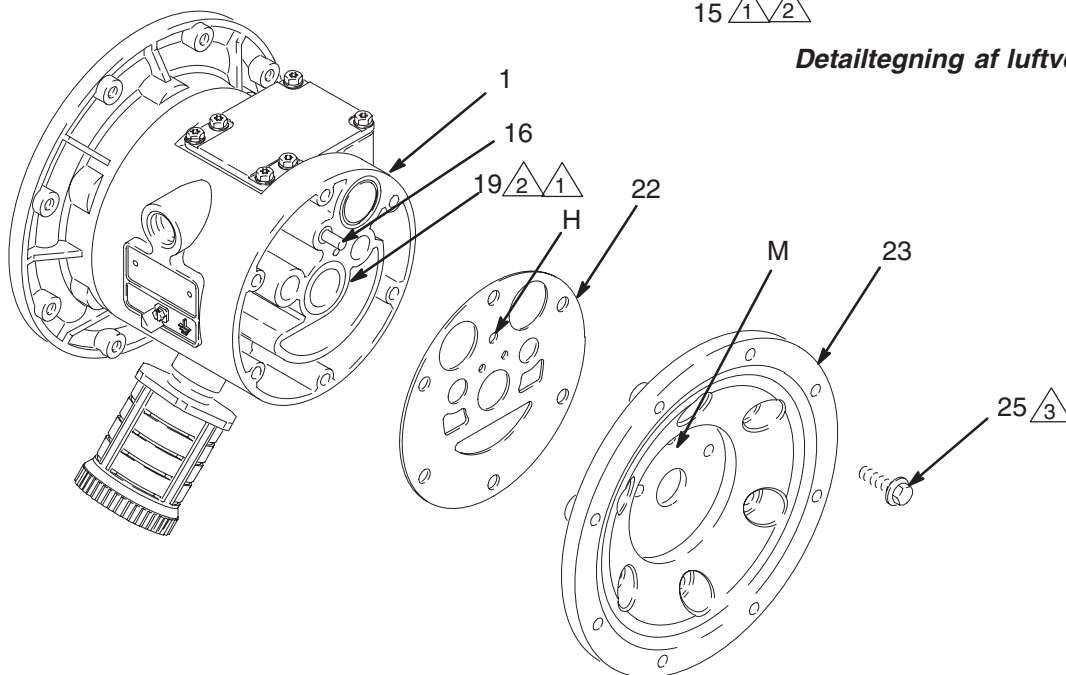

Fig. 15
- BEMÆRK:** Hvis du kun skal afmontere membranaksellejet (19), springes trin 4 over.
5. Med en 10 mm topnøgle fjernes de skruer (25), der holder luftdækslerne (23) fast på midterhuset (1). Se Fig. 15.
6. Fjern luftdækselpakningerne (22). Udskift altid pakningerne med nye pakninger.
7. Ved hjælp af en lejeaftrækker afmonteres membranaksellejerne (19), luftventillejerne (12) eller styrestiftlejerne (15). Afmonter ikke intakte lejer.
1. Hvis akslens U-skålspakninger (402*) har været afmonteret, monteres de således, at læberne vender **ud** af huset (1).
2. Lejerne (12, 15 og 19) er koniske og kan kun monteres på én måde. Sæt lejerne ind i midterhuset (1) med den **koniske ende først**. Ved hjælp af et presseværktøj eller en blok og gummihammer trykpasses lejet ind, således at det er plant med overfladen på midterhuset.
4. Indpas den nye luftdækselpakning (22), således at styrestiften (16), der stikker ud fra midterhuset (1), passer ind i det rigtige hul (H) i pakningen.
5. Indpas luftdækslet (23), således at styrestiften (16) passer ind i det midterste hul (M) af de tre små huller omkring midten af dækslet. Sæt skruerne (25) i, og spænd dem til med fingrene. Påfør skruernes gevind (25) blå Loctite® (mellemstyrke) eller tilsvarende. Se Fig. 15. Tilspænd skruerne skiftevis og ensartet med et moment på 15–17 N•m med en 10 mm topnøgle.